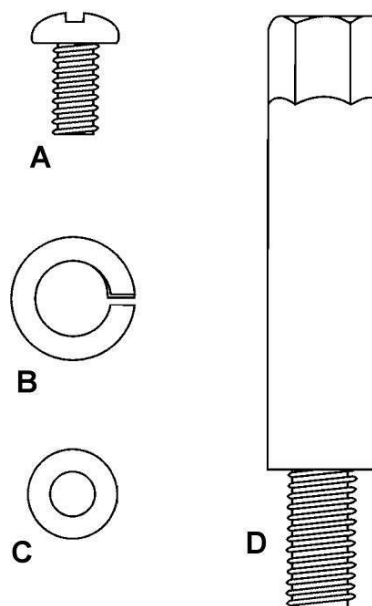

Рисунок 1
- (артикул РМ54 А-НР, см. рисунок 1)
- 3 Стопорных винта (D)